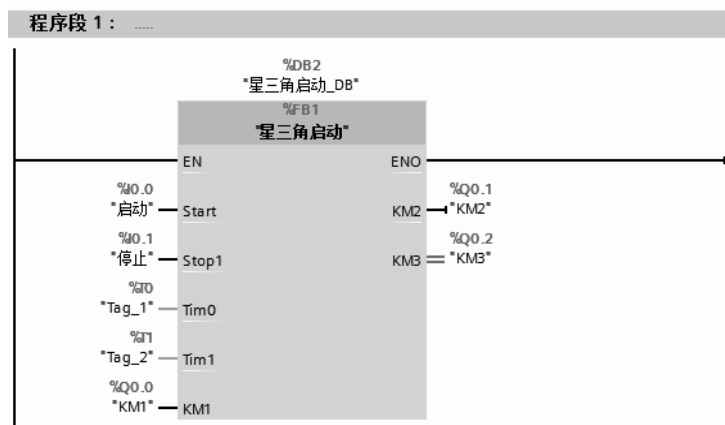

图 5-29 主程序块中的程序
④ 在项目视图的项目树中，双击“Main[OB1]”，打开主程序块“Main[OB1]”，如图 5-29 所示。